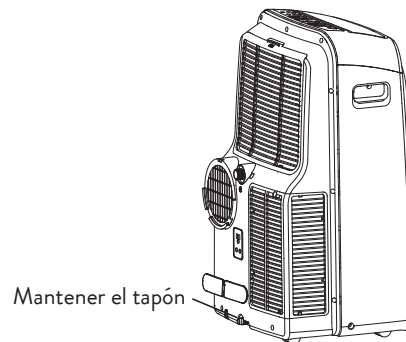

Fig. 17
- Durante el modo bomba de calor mantener el tapón de desagüe inferior de la parte trasera de la unidad colocado. Por favor remitirse a la Fig. 17.